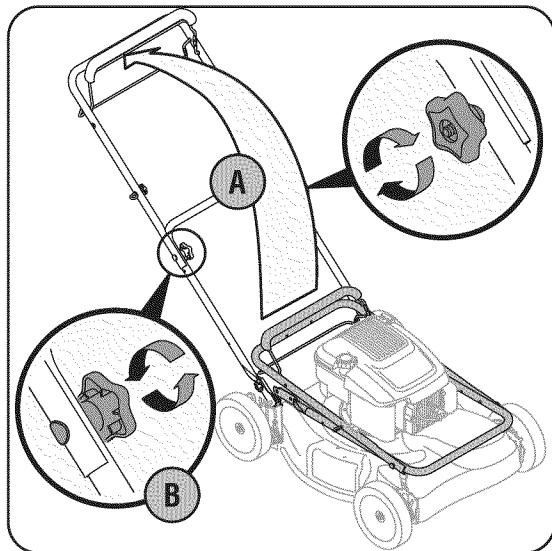

Figura 3-1
- a. Tire y retroceda la manija superior como se muestra en la Figura 3-1. Asegúrese de que la manija inferior esté asentada firmemente en Los soportes de montaje de la manija.